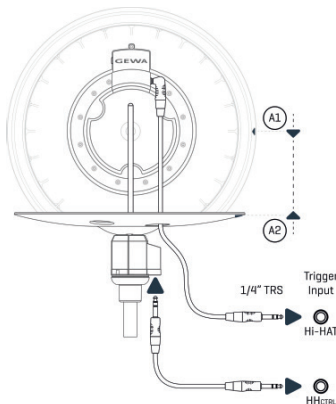

Figure 4
- 1 Prenez la cymbale supérieure (C) et branchez le câble stéréo (coudé – coudé) sur la prise la plus proche de l'orifice central (voir la Figure 4).
- 5 Branchez la prise droite du câble stéréo du contrôleur sur le contrôleur du Charleston, comme le montre la Figure 4.
- 6 Branchez les deux câbles sur les entrées de déclenchement correspondantes de la console de la batterie, comme le montre la Figure 4.